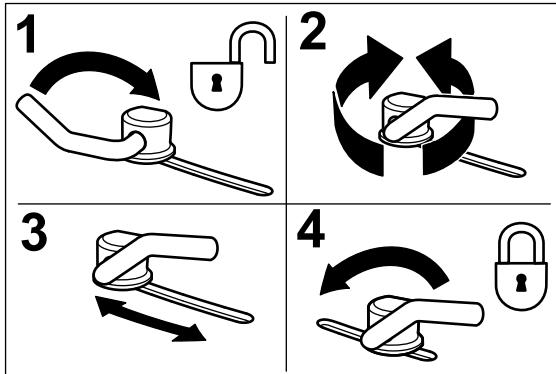

Figura 14
1. Ajuste os bloqueios do excêntrico, rodando a alavanca para cima para libertar o bloqueio do excêntrico (**Figura 14**).
3. Rode novamente a alavanca para apertar o abafador e os bloqueios do excêntrico (**Figura 14**).